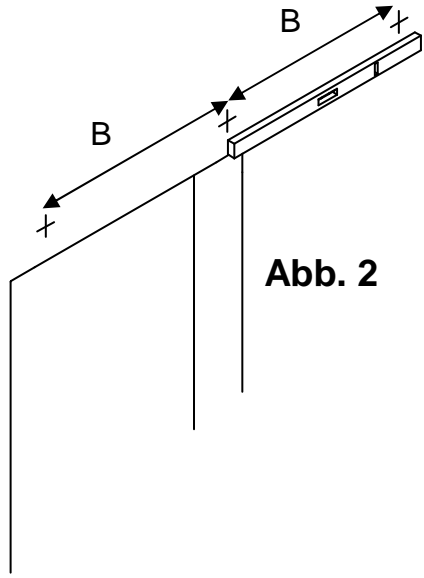

Abb. 2
5. Messen und markieren der Bohrlöcher entsprechend der **Abb. 2**